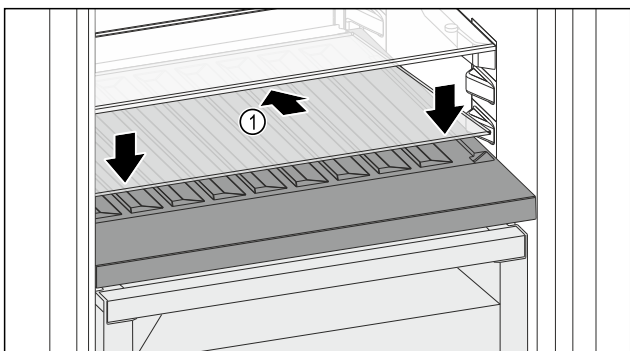

Fig. 110
- ▶ Вставьте стеклянную пластину Fig. 110 (1) наискосок и с уклоном назад вниз.
- ▶ Опустите стеклянную пластину Fig. 110 (1) спереди.